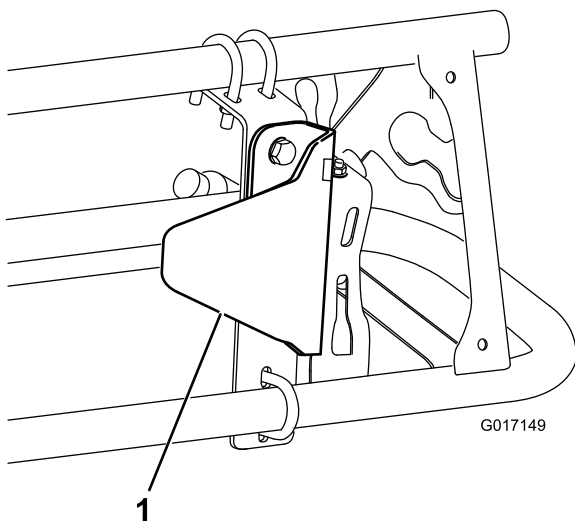

Bild 10
2. Befestigen Sie die Sensorschutzvorrichtungshalterung mit zwei Schrauben (5/16 x 3/4") und zwei Bundmuttern (5/16") an der Befestigungshalterung, wie in Bild 10 dargestellt.